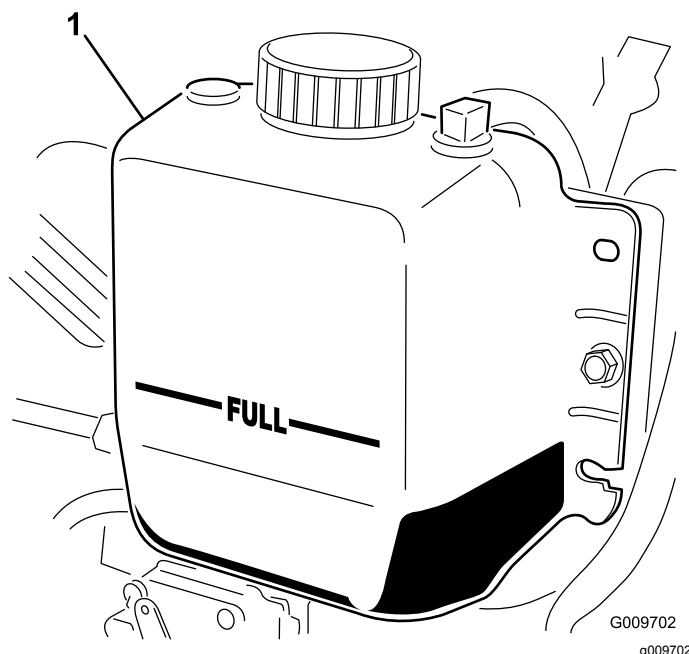

Figura 74
2. Compruebe el nivel de refrigerante del radiador. El radiador debe llenarse hasta la parte superior del cuello de llenado, y el depósito de expansión debe llenarse hasta la marca LLENO (Figura 74).